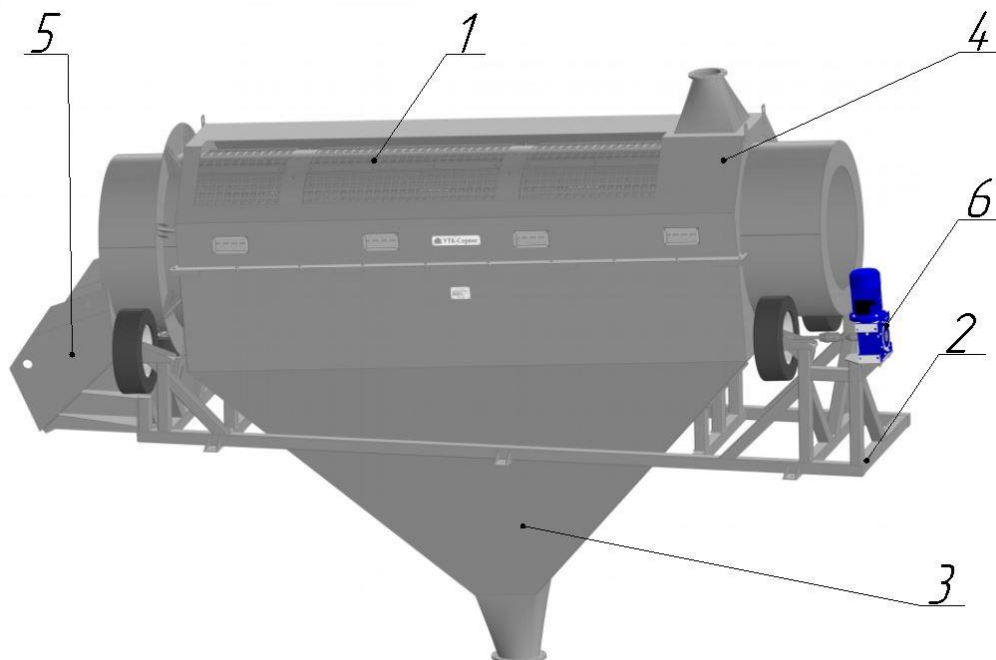

Рис.1 (на крышке сделан вырез для показа барабана).
4.1. Классификатор барабанный в сборе Т-1 (Рис.1) состоит из следующих основных частей: